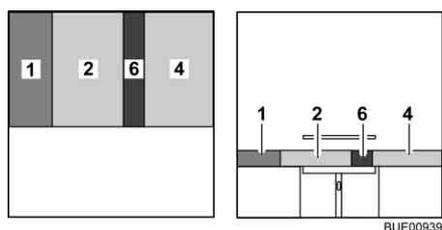

Bild 94 Nach dem Umbau
- Das Rückenpolster (Bild 94,1) zwischen das Sitzpolster und die Wand legen.
- Das Zusatzpolster (Bild 94,6) zwischen die Sitzpolster (Bild 94,2 und 4) legen.